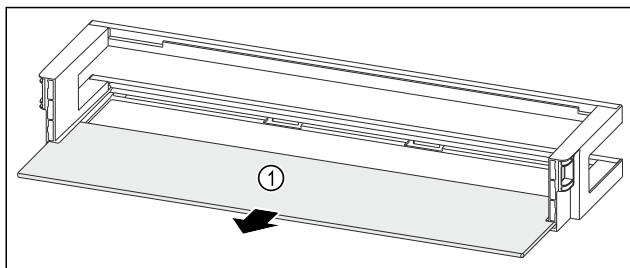

Fig. 120 Balconcino controporta con ripiano
- Rimuovere il ripiano Fig. 120 (1).